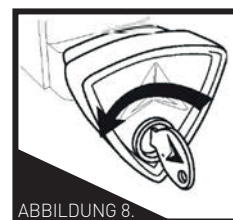

ABBILDUNG 8.
**WICHTIG!** Der Drehknopf wird nur angezogen und gelöst, wenn der Verriegelungszyylinder im Innendrehknopf eingerastet ist. Um den Schließzylinder einzurasten, stecken Sie den Schlüssel in das Schloss auf dem Drehknopf und drehen Sie den Schlüssel wie in Abbildung 8 abgebildet ENTGEGEN DEM UHRZEIGERSINN.